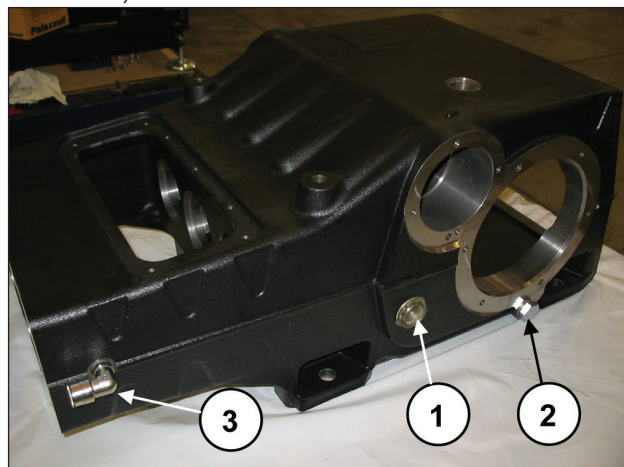

图 48
安装两个油位指示器、两个排油塞和90°快速接头 (①·②和③图 48)。